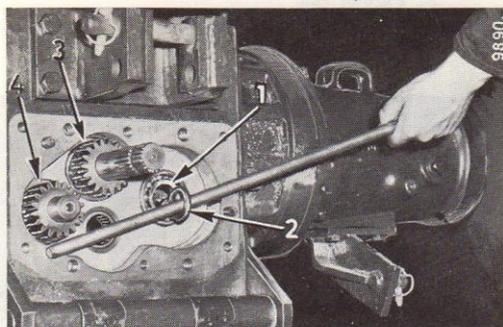

Fig. 178
Enlevez le circlip arrière fixant le roulement à billes (1)(Fig. 178) sur le carter de transmission, puis déposez également les circlips (3 et 4), à l'aide d'une paire de pinces rondes à circlips. Ces pinces doivent avoir des becs effilés et coudés à 45°, de manière à pouvoir s'engager dans les trous des circlips.